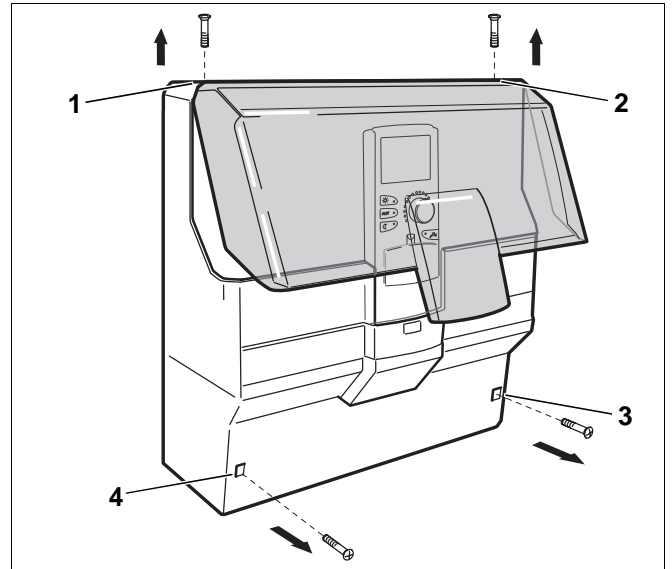

Abb. 2 Abdeckungen entfernen
- 2 Schrauben am oberen Gehäusedeckel heraus-schrauben (Abb. 2, **Pos. 1 u. 2**).
- 2 Schrauben an der Leitungsabdeckung (Abb. 2, **Pos. 3 u. 4**) heraus-schrauben.